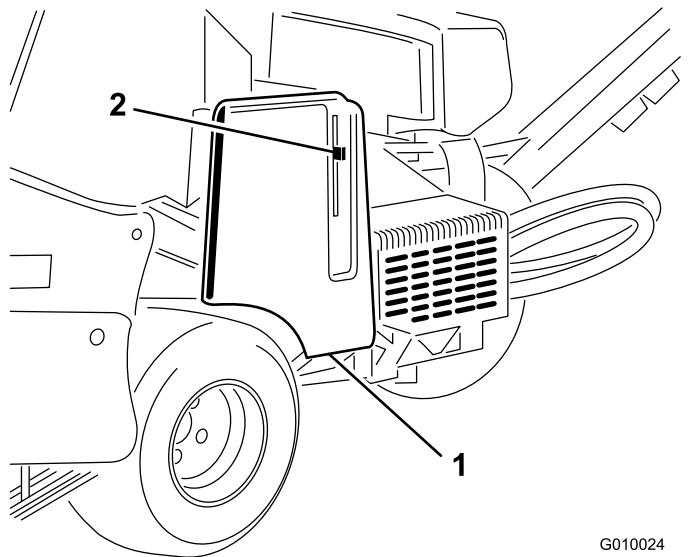
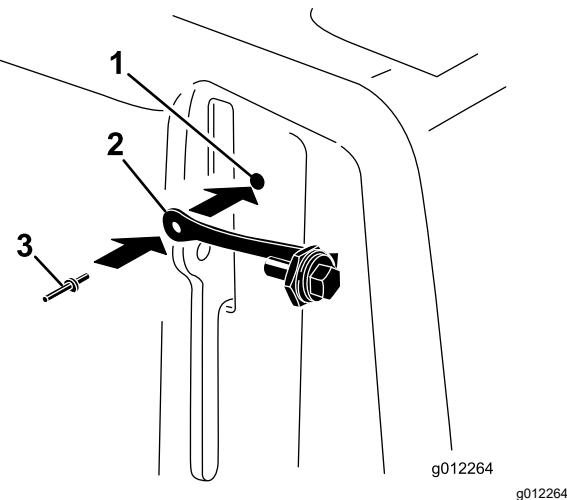

Bild 6
Bild 7
1. Ermitteln Sie das Loch in der Riemenabdeckung neben der Hebelklinke (Bild 6 und Bild 7).
2. Befestigen Sie den Splint mit einer Blindniete im Loch in der Riemenabdeckung (Bild 7).